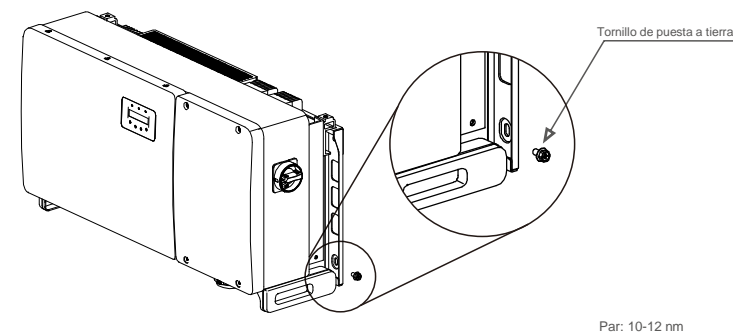

Figura 3.17 Cable fijo
- 6) Conecte el cable de conexión a tierra al punto de conexión a tierra del disipador de calor y apriete el tornillo de conexión a tierra. El par es de 10-12 nm (consulte la figura 3.17).